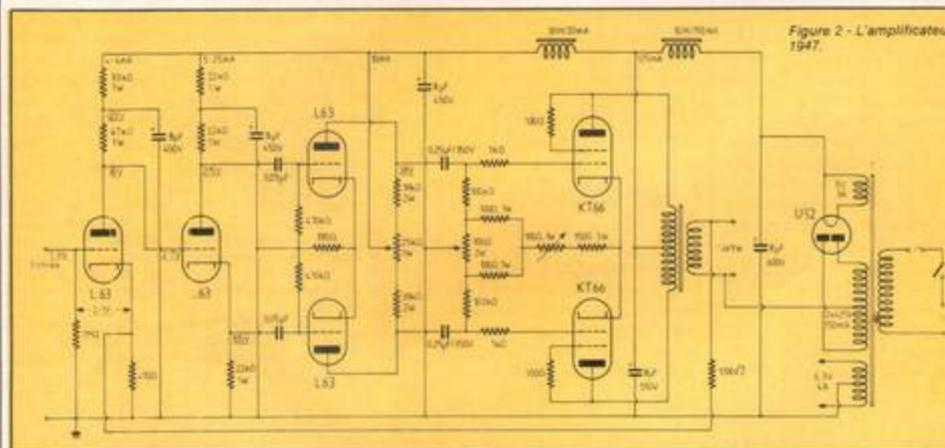

Figure 2 - L'amplificateur Williamson 1947.
par un cathodyne, lequel est suivi d'un driver pour attaquer le push-pull. Particularités : tous les tubes sont des triodes et comme aucune contre réaction n'est appliquée en sortie, la haute tension est soigneusement filtrée avant d'alimenter chacun des étages de l'amplificateur. L'année suivante, en avril 1947, le même *Wireless World* publiait le schéma (7) d'un amplificateur de haute qualité, que l'on peut qualifier de véritablement Hi-Fi. Dû à D.T.N. Williamson, cet amplificateur (fig. 2) devait connaître une renommée mondiale. Entièrement composé de triodes (ou de tubes montés en triodes pour les KT66 de sortie), cet amplificateur se distinguait par une attaque directe du cathodyne, sans condensateur de liaison, par la triode préamplificatrice d'entrée et aussi par une contre-réaction globale qui agissait sur l'ensemble préamplificatrice d'entrée, déphaseuse, étage driver, étage de sortie y compris le transformateur, à partir d'une tension prélevée sur le secondaire de ce dernier. L'amplificateur Williamson nécessitait un transformateur de sortie d'une qualité exceptionnelle et donc l'utilisation de toles à très faibles pertes d'une part et de bobinages fractionnés pour réduire l'inductance de fuite : le transformateur qui équipait le Williamson ne comportait pas moins de 18 bobines, dont 10 pour le primaire et 8 pour le secondaire. Deux ans plus tard (8), le même Williamson proposait une nouvelle version de son amplificateur, en fait très peu modifié si ce n'est l'utilisation de quelques nouveaux tubes (l'étage de sortie fait toujours cependant appel à des KT66 montées en triode) et la mise en parallèle sur la charge du tube d'entrée d'une cellule RC (200 pF en série avec 4,7 k Ω) destinée à éviter l'effet des rotations de phase intempestives aux hautes fréquences et augmenter la stabilité de l'amplificateur soumis à la contre-réaction. L'amplificateur Williamson devait faire l'objet d'un engouement peu commun dans le monde entier et sa description largement diffusée (9).